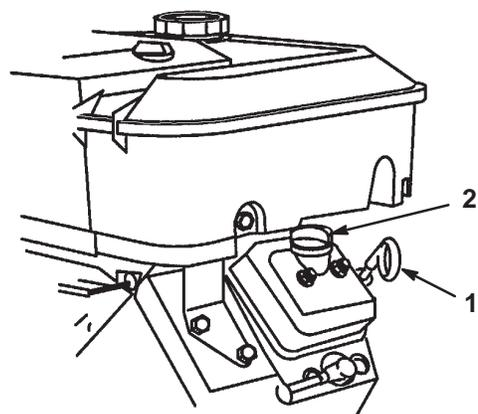

Figure 11
2. Retirez la jauge et essuyez-la sur un chiffon propre (Fig. 11). Remettez la jauge dans le tube en vérifiant qu'elle est enfoncée au maximum. Sortez de nouveau la jauge et vérifiez le niveau d'huile.
3. Si le niveau d'huile est bas, retirez le bouchon de remplissage du couvercle de la culasse (Fig. 11) et ajoutez la quantité d'huile nécessaire pour amener le niveau au repère maximum sur la jauge. Reportez-vous à la section Changement de l'huile moteur et du filtre, page 28, pour connaître le type d'huile et la viscosité qui conviennent. Versez l'huile lentement et vérifiez souvent le niveau durant la procédure. **Ne remplissez pas excessivement.**